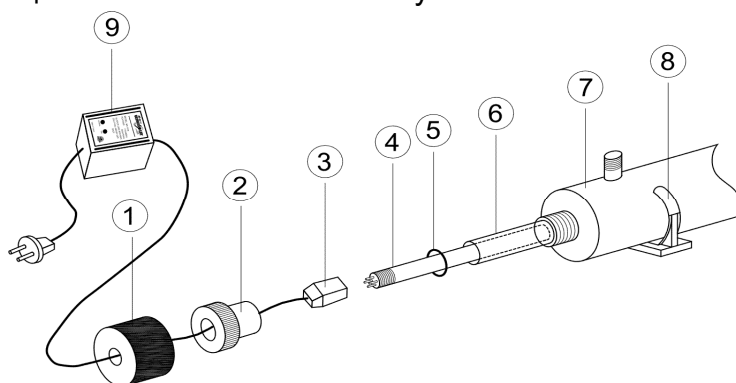

Рис. 2
7.2.2 Отодвиньте защитный колпачок 1, осторожно отсоедините коннектор 3 и извлеките электрический провод из гайки 2 (Рис. 2).
Для замены УФ-лампы выполните следующее (см. Рис. 2).
Для замены кварцевого чехла выполните следующее (см. Рис.2).